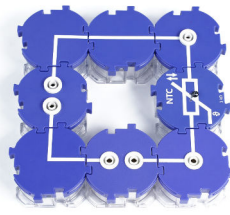
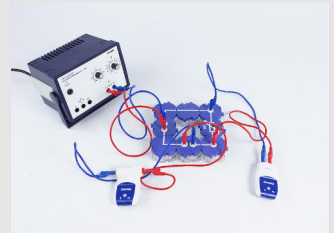

Abb. 1
Abb. 2
- Bau den Versuch entsprechend der Abb. 1 und Abb. 2 auf.